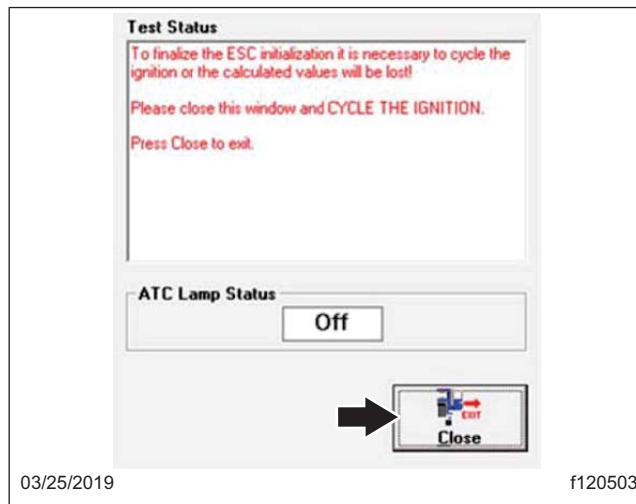

Fig. 13, Calibrage du système ESC, écran d'état d'essai
- Lorsque le véhicule s'arrête, les données de fin de ligne de l'ESC, y compris les ratios de direction et les valeurs de décalage d'angle de direction apparaissent. Les données peuvent être enregistrées ou imprimées pour la tenue à jour de dossiers d'entretien. Si vous ne souhaitez pas enregistrer ou imprimer, sélectionnez « Close » (Fermer). L'écran suivant apparaît automatiquement pour terminer l'initialisation de l'ESC. Reportez-vous à la figure . 13